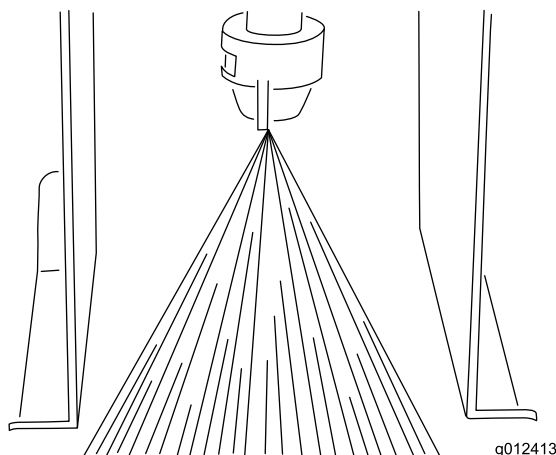

Figure 25
5. Élevez ou abaissez le tube de la buse jusqu'à ce que la peinture soit légèrement pulvérisée sous les déflecteurs (Figure 25).